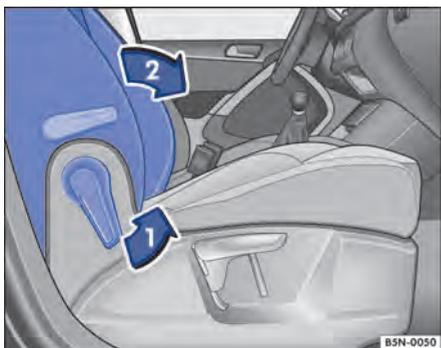

Fig. 58 Rebater o encosto do banco do passageiro dianteiro para frente.
- Destruvar o encosto do banco do passageiro dianteiro no sentido da seta ⇒ Fig. 58 .